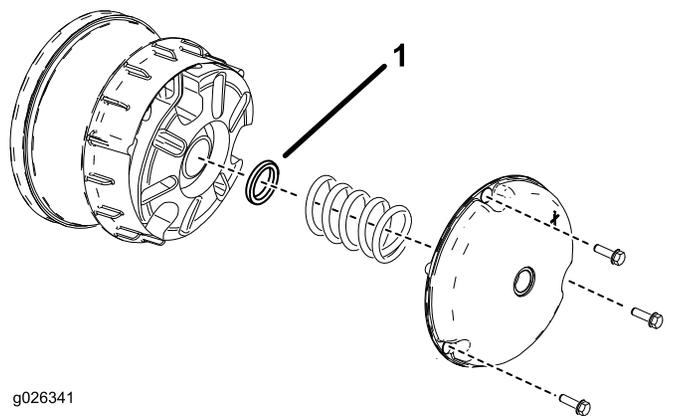

Рисунок 63
- Отверните болты крепления крышки первичной муфты сцепления, как показано на Рисунок 63.